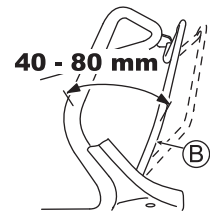

Fig. 27
Réglez de telle façon que la machine fonctionne (l'embrayage s'engage) lorsque la distance entre le levier d'embrayage (B) et le guidon est de 40 - 80 mm ainsi qu'illustré dans la Fig. 27.